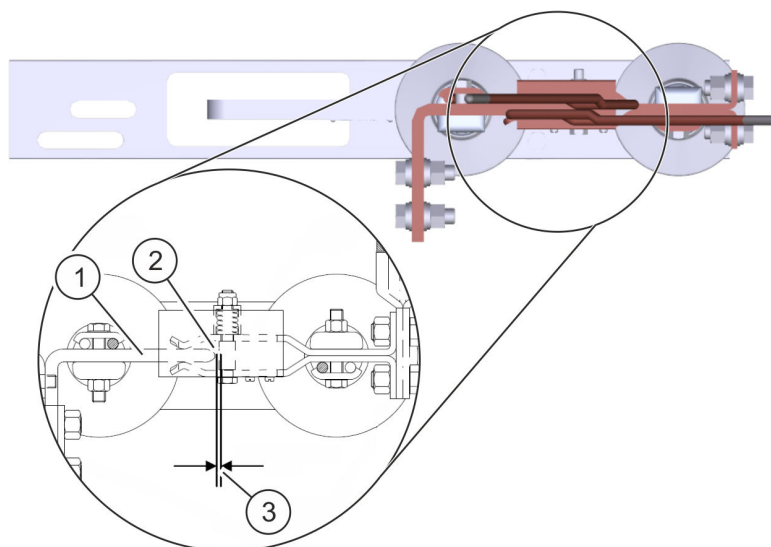

Abb. 7: Schalterendlage justieren
1. ➔ Am geschlossenen Kontakt den Abstand (Abb. 7/3) zwischen Kontaktmesser (Abb. 7/1) und den Röhren der Kontaktfeder (Abb. 7/2) messen. Der Abstand muss zwischen 0 und 2 mm betragen.